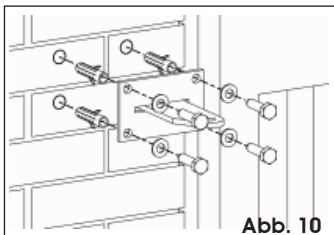

Abb. 10
- Mit angemessenen Befestigungsmitteln am Pfosten fixieren (Abb. 10).